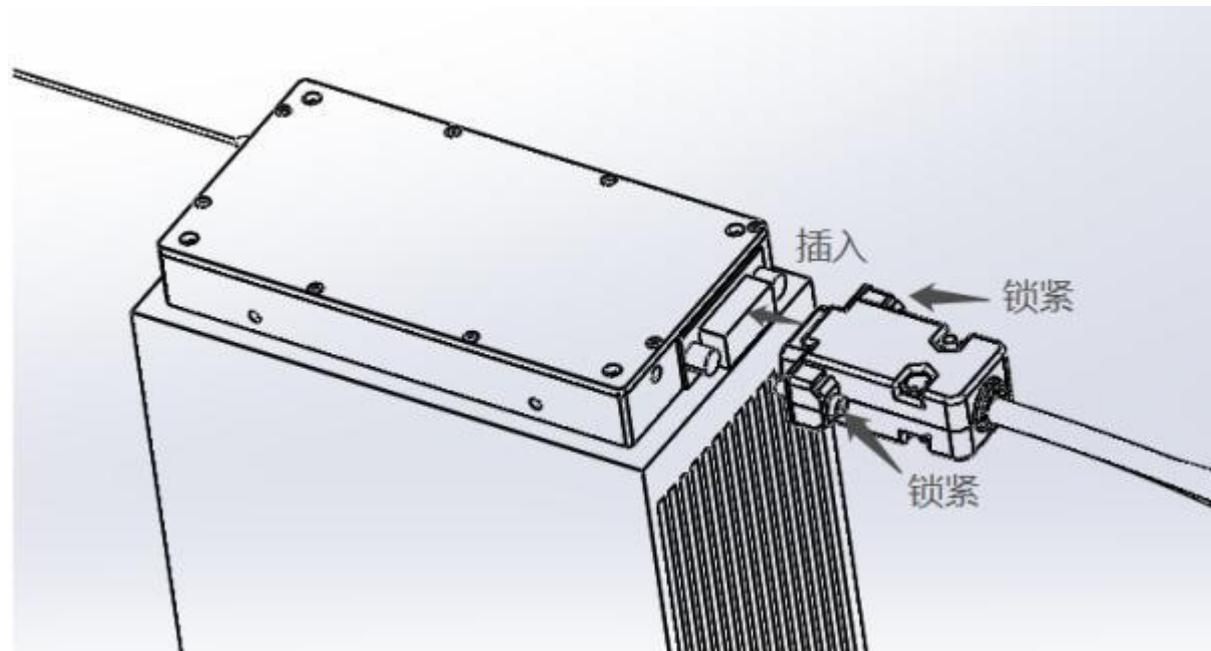

图 4-3
- ② 将端子线插入模块 DB9 接口，锁紧螺栓。如图 4-3